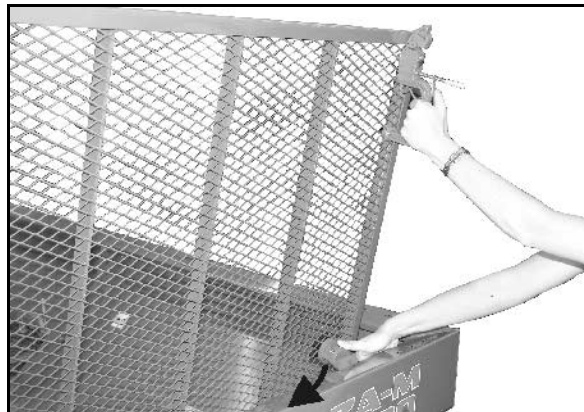

Рис. 17
3. Поднимайте защитную решётку, пока фиксатор не войдет в канавку на краю бункера (Рис. 17).
- Перед закрыванием защитной решетки нажмите на фиксатор (Рис. 17).